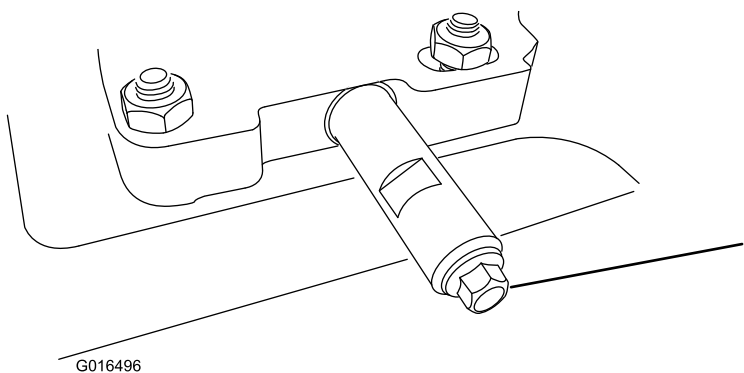

Рисунок 39
- Очистите поверхность вокруг пробки для слива масла (Рисунок 39).